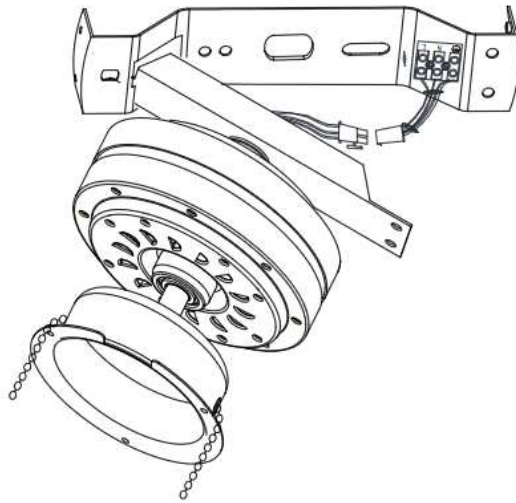

Fig. 5
- Después de completar el cableado eléctrico en el soporte de montaje terminal y conectar el motor del ventilador y el cableado fijo mediante los conectores rápidos de 4 puertos. Fig.5
2. Asegure las aspas con los 3 tornillos para aspas y asegúrese de que los 3 tornillos están apretados por igual. No apriete los tornillos demasiado ya que esto puede dañar las aspas. Repita este proceso en todas las aspas. Fig 5.